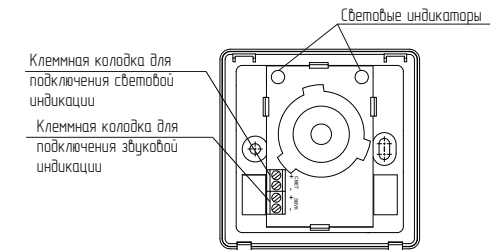

Рисунок 5
- подсоединить монтажные провода, идущие от управляющего устройства к клеммной колодке (рисунок 5), выбрав схему подключения (рисунки 6 и 7);